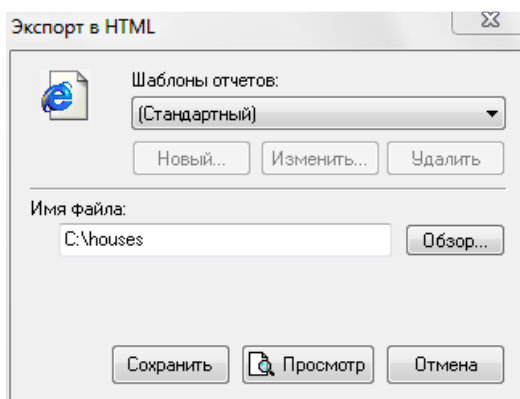

Рис.4.5
1. Нажмите кнопку  . Появится диалог экспорта в HTML. (рис.4.5).